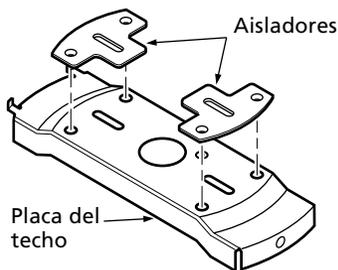

Figura 2a - Forma de instalar los aisladores en la placa del techo
3. Su ventilador viene equipado con dos aisladores de ruido hechos de neopreno. Coloque los aisladores entre la placa del techo y el techo, insertando las áreas levantadas de cada aislador dentro de los agujeros en la placa del techo. Vea la Figura 2a.